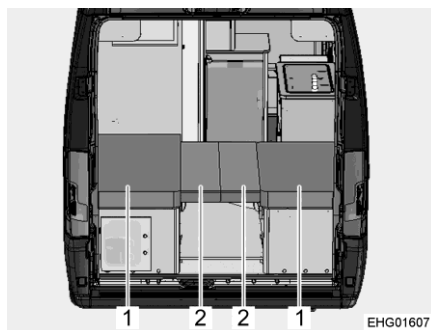

Fig. 66 Après la transformation
- Poser les deux coussins d'assise (Fig. 66,1) sur les banquettes et les deux coussins de dossier (Fig. 66,2) sur la rallonge de sommier à lattes.